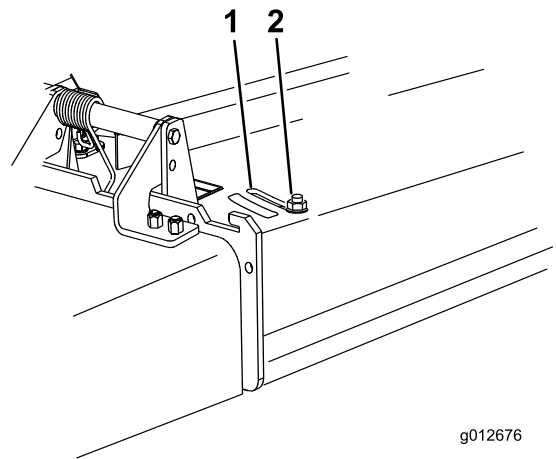

Figure 24
- Pour régler le déflecteur, desserrez l'écrou (Figure 24).